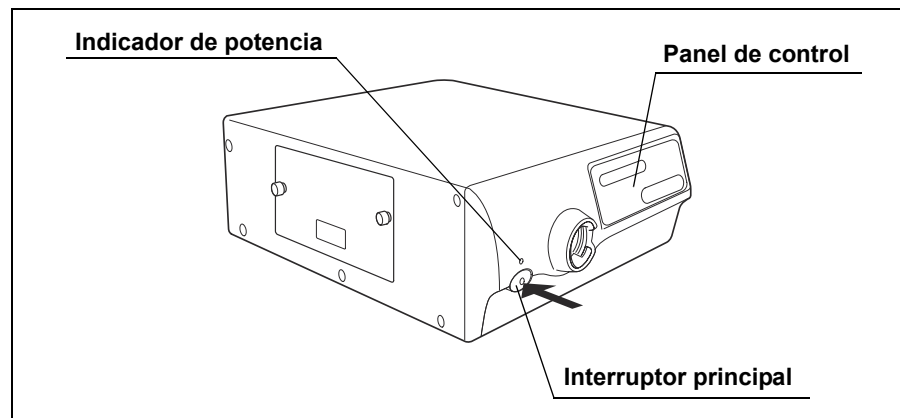

Figura 3.2
3. Pulse el interruptor principal de la fuente de luz sin ningún endoscopio conectado. El indicador de potencia se iluminará (véase la figura 3.2).